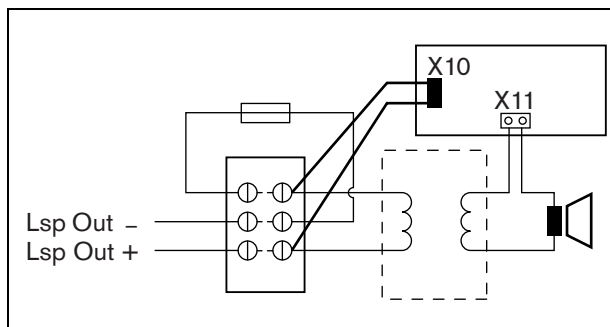

figure 13.6: Connexion de supervision de haut-parleur
- 3 Connectez la carte au haut-parleur avec les fils dénudés et les connecteurs faston (voir figure 13.6).